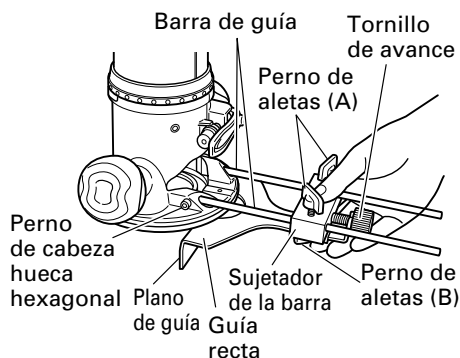

Fig. 13
- ① Inserte la barra de guía en el orificio del sujetador de la barra y, a continuación, apriete ligeramente los 2 pernos de aletas (A) de la parte superior de dicho sujetador.
- ② Inserte la barra de guía en el orificio de la base y, a continuación, apriete firmemente los 2 tornillos de cabeza hueca hexagonal (accesorios estándar).
- ③ Utilice el tornillo de alimentación para realizar ajustes precisos de las dimensiones entre la broca y la superficie de la guía y, a continuación, apriete firmemente los 2 pernos de aletas (A) de la parte superior del sujetador de la barra y el perno de aletas (B) de fijación de la guía recta. (Fig. 13)